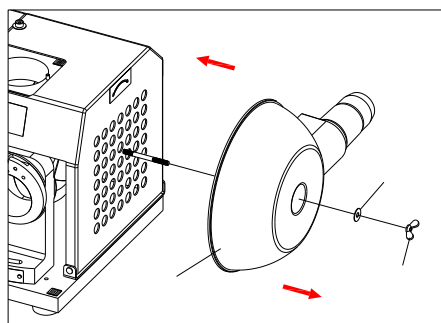

Fig. 18
- 1) Solte o parafuso para retirar o coletor de pó antes de desmontar o rebolo. (Fig. 18)
- 1) Solte o parafuso para retirar o coletor de pó antes de desmontar o rebolo. **(Fig. 18)**